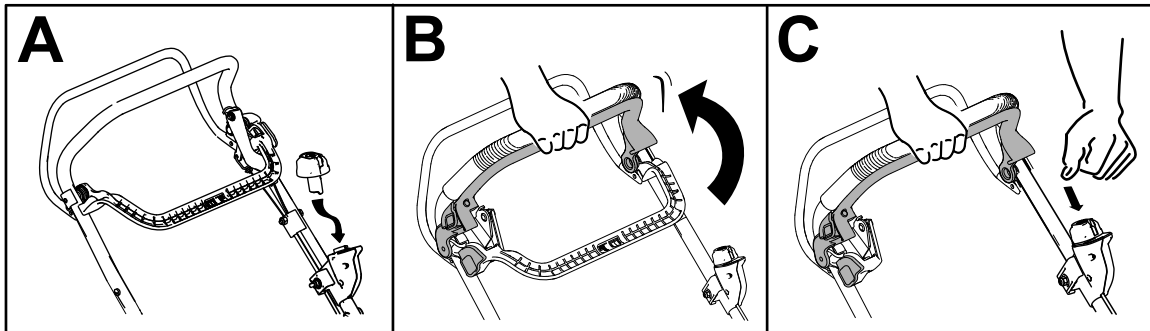

Bild 14
2. Führen Sie den Elektrostarttaster in den Elektrostartschalter (A in Bild 14).
3. Drücken Sie den Schaltbügel und halten Sie ihn gegen den Holm (B in Bild 14).
4. Halten Sie den Elektrostarttaster gedrückt, bis der Motor startet (C in Bild 14).